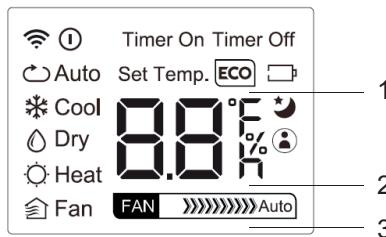

fig. 6 -
1. Funcționare „ECO” (partea 1 - "fig. 6 -") (afișarea unității interioare arată cuvântul "E - C - O" cu literele care apar una după alta, următoare de indicarea temperaturii setate).
2. Funcționare SLEEP (part.2 - "fig. 6 -")
3. Funcționare „FOLLOW ME” (part.3 - "fig. 6 -")